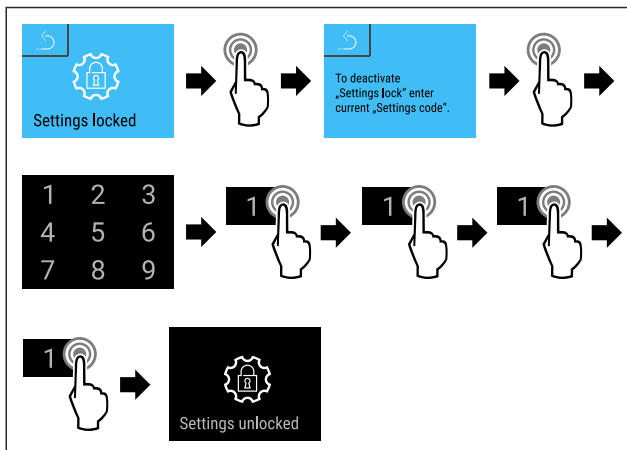

Fig. 99
- ▶ Hajtsa végre a művelet lépéseit (lásd Fig. 99).